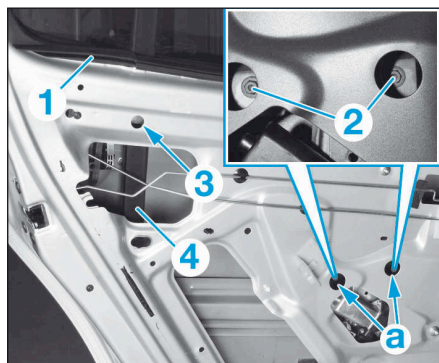

FIG.50
- Déposer le lève-vitre intérieur (1).
- Descendre la vitre afin d'accéder aux vis (2) au travers des orifices (a) (Fig.50).
- Déposer les vis (2).
- Déposer la vis (3).
- Dégrafer le guide de vitre (4) en le poussant vers le bas, puis le sortir.